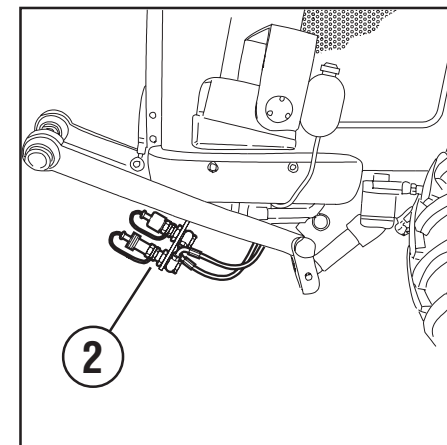

Abb. 9
- 2 doppelwirkende hydraulische Steckdosen (2 Abb. 9)